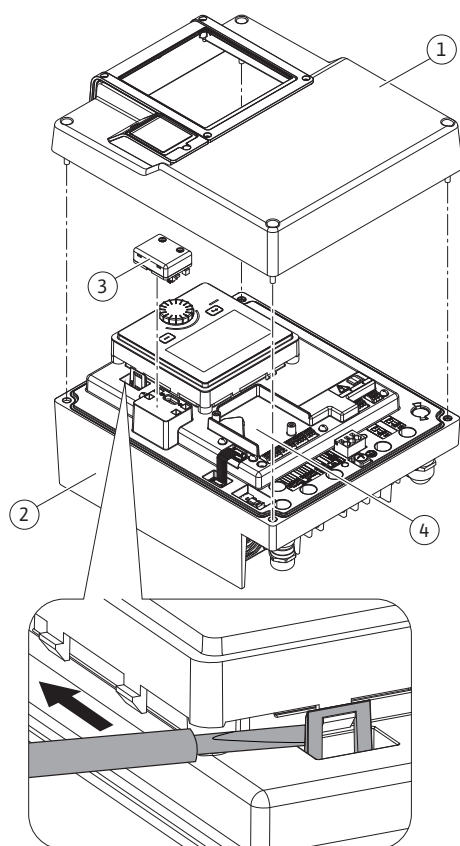
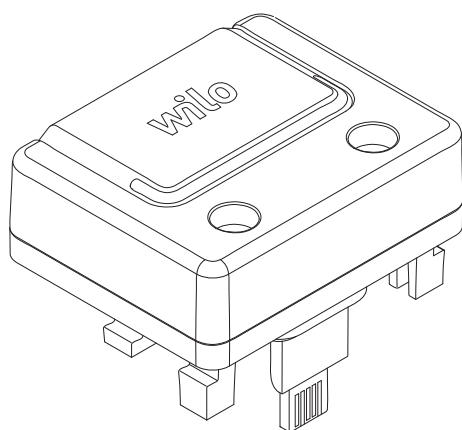

Fig. 26: Modulo elettronico
Fig. 27: Modulo Wilo-Smart Connect BT
L'interfaccia Bluetooth del modulo BT Wilo-Smart Connect (Fig. 26, pos. 3 e Fig. 27) serve al collegamento a terminali mobili come smartphone e tablet. Nell'app Wilo-Assistant si trova la funzione Wilo-Smart Connect. Grazie alla funzione Wilo-Smart Connect è possibile coman-
1. Allentare le quattro viti della parte superiore del modulo elettronico (Fig. 26, pos. 1, Fig. I, pos. 2).
3. Inserire il modulo BT Wilo-Smart Connect nell'apposita interfaccia Wilo-Connectivity Interface. Vedi Fig. 26, pos. 3.
I moduli CIF (accessori) servono alla comunicazione tra le pompe e il sistema di controllo dell'edificio. I moduli CIF sono inseriti nel modulo elettronico (Fig. 26, pos. 4).